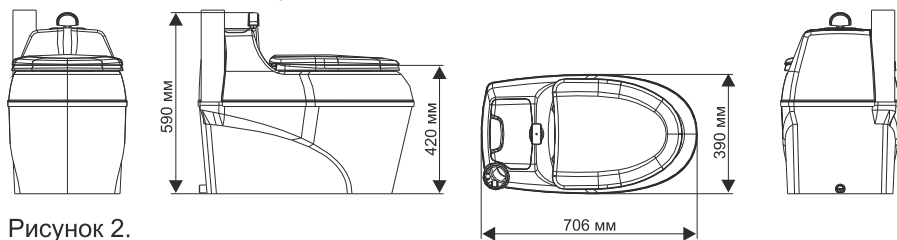

Рисунок 2.
Габаритные размеры туалета представлены на рис. 2
- Габаритные размеры (дл.×шир.×выс., рис. 2) — 706×390×590 мм
- Высота сиденья (рис. 2) — 420 мм